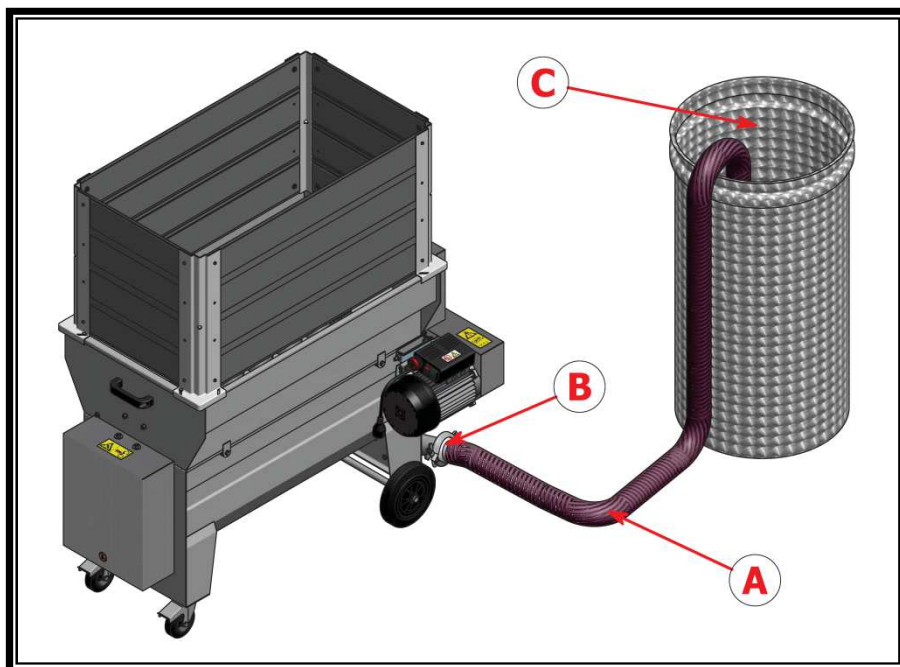

Fig. 5.1.3
5.1.3 Machine connections (fig. 5.1.3)